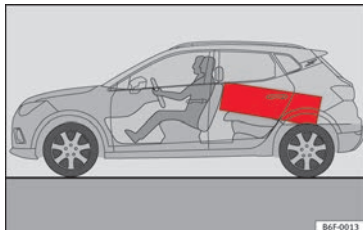

Fig. 164 Sistemare i carichi pesanti quanto più possibile in avanti.
- Gli oggetti più pesanti vanno messi, per quanto possibile, nella zona anteriore del bagagliaio » **fig. 164**.